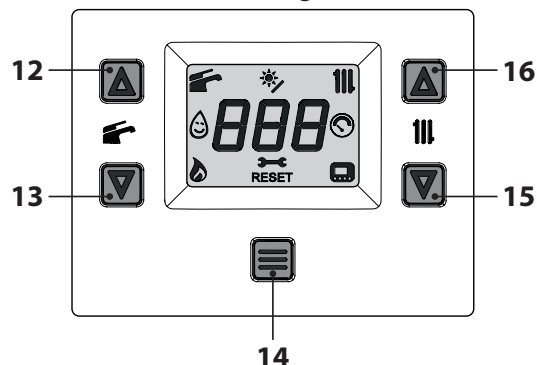
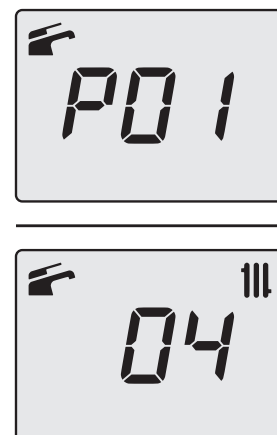
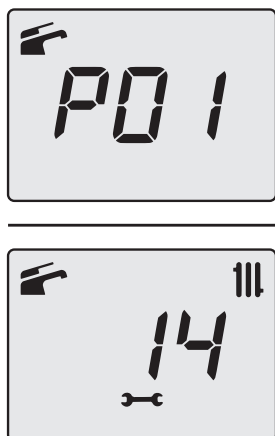

Figura 9.28
Figura 9.31
Figura 9.32
- Entrare in "modalità programmazione" premendo contemporaneamente per 5 secondi i tasti 13 e 15 (Figura 9.28) fino a far apparire sul display LCD le lettere **HiS** che indicano il menu
- Premere per 1 sec. il tasto 14 (Figura 9.28) per entrare nel parametro selezionato. Il display visualizzerà quanto segue (**13**=IDROCOND 20-25 S, **14**=IDROCOND 25-30 S o **15**=IDROCOND 30-35 S) (Figura 9.32).
- Premendo contemporaneamente i tasti 13 e 15 (Figura 9.28) si esce senza modificare il valore (ritorno al livello precedente Figura 9.31).
- tenere premuti contemporaneamente i tasti 13 e 15 per 5 sec. (Figura 9.28) (ritorno al livello precedente).